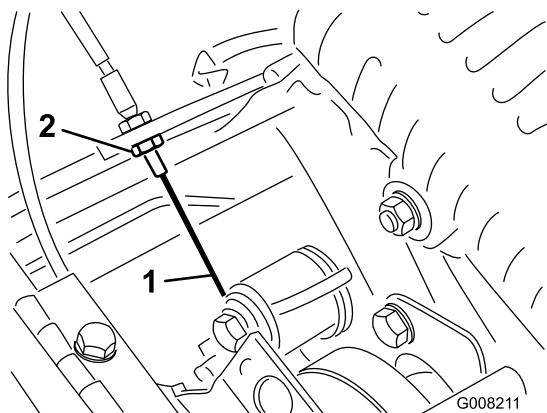

Figura 46
3. Per aumentare la tensione del cavo allentate il controdado del cavo anteriore e serrate il controdado del cavo posteriore (Figura 46) finché non occorre una forza di 3–4 kg per innestare il comando della trazione. Misurate la forza alla manopola di comando.